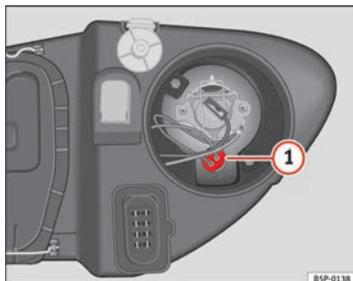

Fig. 192 Luz de población
- Extraiga el portalámparas => fig. 192 **1** hacia fuera.